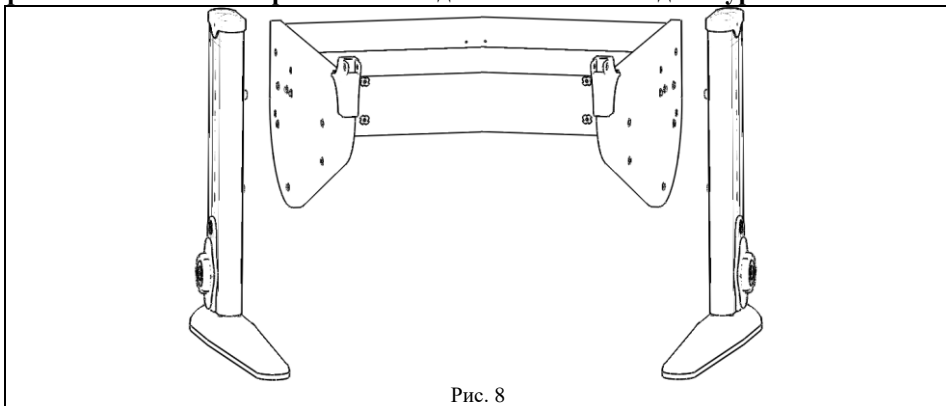

Рис. 8
5.3.1 Вставить левую стойку (сборка по п. 5.2) в основание стола (сборка по п. 5.1) согласно рис. 8.